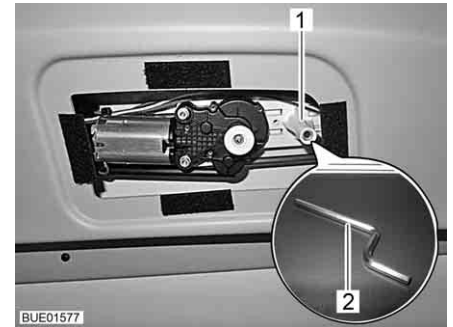

Bild 35 Notentriegelung der Frontscheibenverdunklung
- Mitgelieferten Sechskantschlüssel (Bild 35, 2) mit dem langen Schenkel in die Aufnahme (Bild 35, 1) stecken.